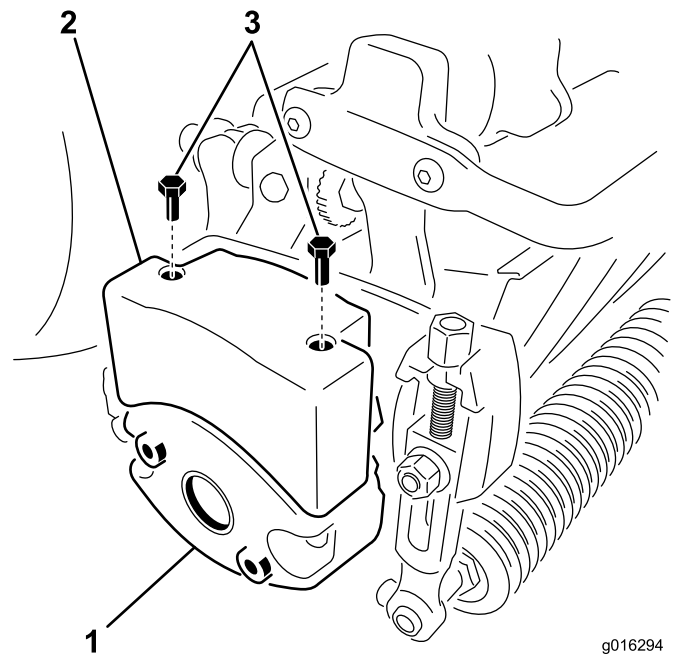

Bild 11
4. Nehmen Sie die zwei Schrauben ab, mit denen der Ballast an der Seite des Mähwerks befestigt ist (Bild 11).
6. Befestigen Sie den oberen Ballast mit zwei Sechskantschrauben am Mähwerk (Bild 11).